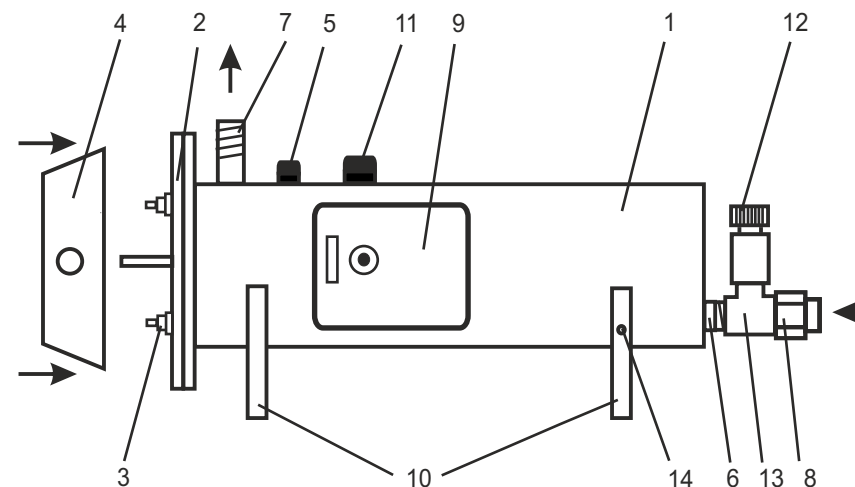

Рисунок 1.
4.1 Водонагреватели ЭПВН-7,5; -9,45; -12; -15; -18; -21; -24; -30 (рис.1) состоят из следующих основных частей: корпуса (1) с входным (6) и выходным (7) патрубками G $\frac{1}{2}$ ; секции, состоящей из крышки (2), с одним (ЭПВН 7,5) или тремя (ЭПВН-9,45;-12;-15;-18;-24;-30-1) трубчатыми электронагревателями (ТЭН) (3) из нержавеющей стали; датчика терморегулятора (5); аварийного термовыключателя (11). Выводы ТЭНов закрыты защитным кожухом (4)